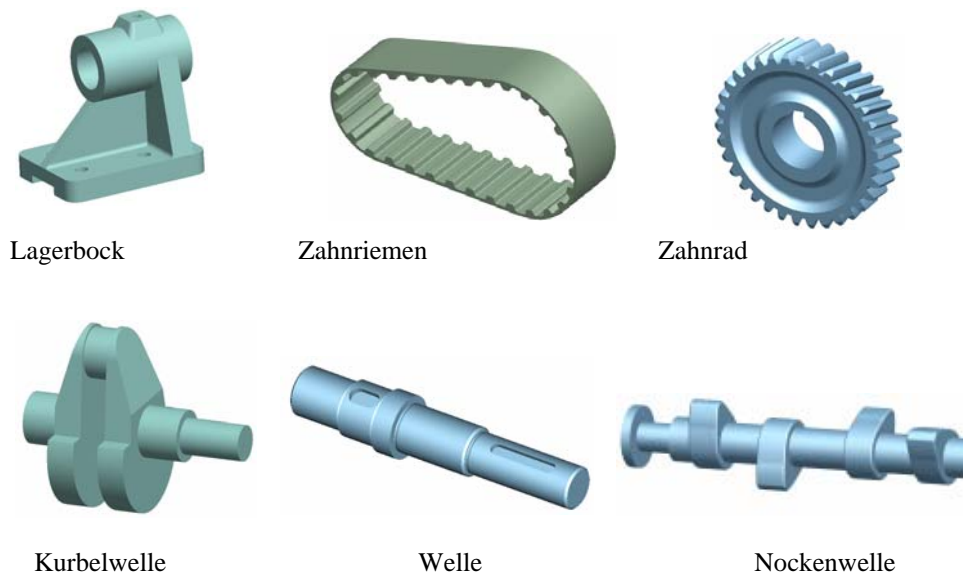
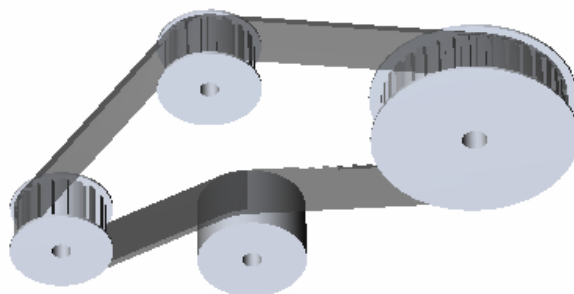

Abbildung 3-2: Getriebekomponenten
Abbildung 3-3: Synchrongetriebe
Zur Erläuterung bestimmter Modellierungstechniken werden in den Übungen Teile erzeugt, die für Antriebssysteme genutzt werden können (Abbildung 3-2). Tabelle 3-2 enthält entsprechende Verweise.
- Für das in Abbildung 3-3 vereinfacht dargestellte Zahnriemengetriebe ist analog zu dem im 5. Kapitel behandelten Zahnrad eine parametrische Zahnriemenscheibe zu modellieren. Die Zahngeometrie soll zu der des Zahnriemens aus Abbildung 3-2 passen.